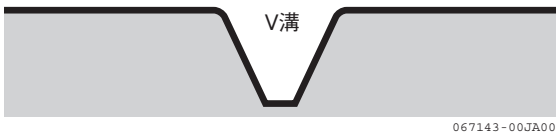

図 3-43
8. ミニ耕うん機が前進すると、溝ができます。（図 3-43）